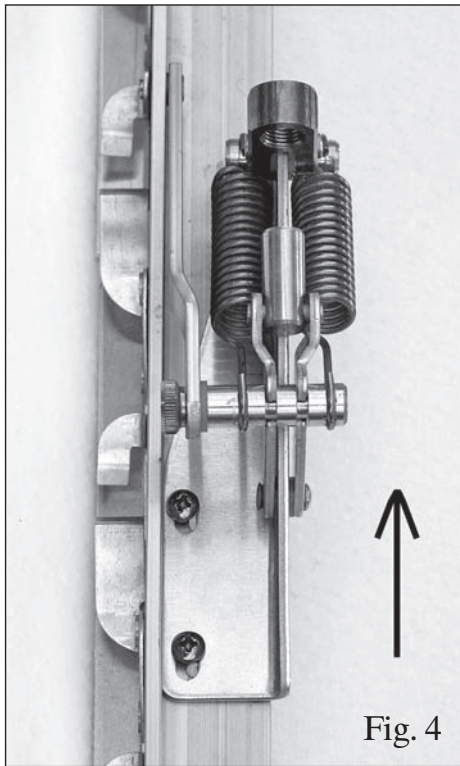

Fig. 4
5. Placera öppnaren där handtaget satt, skjut öppnaren framåt mot kopplingsarmen tills mekanismen är helt stängd. Markera positionen för de två monteringshålen i öppnarens arm (5) på jalousimekanismen.
7. Fäst öppnaren med de medföljande självdragande skruvarna, men skruva bara åt dem löst så länge – se fig. 4.